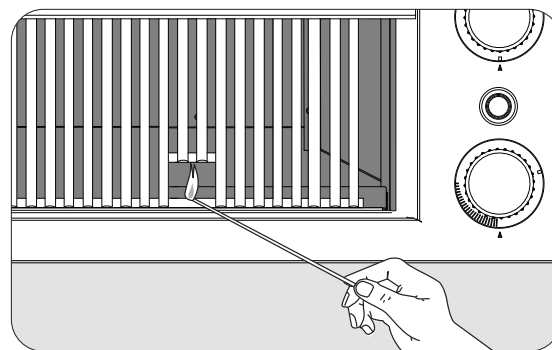

Fig. 32-2 - Éclairage manuel
2. Insérez soit un allumeur au butane brûlant à long canon, soit un allumeur à longue tige brûlante dans l'ouverture de la grille de cuisson vers le haut du brûleur (Fig. 32-2).
4. Si le brûleur ne se allume pas dans les **cinq (5) secondes** de tourner le bouton de commande, enfoncez immédiatement le bouton et tournez la valve à **AU LOIN**. ATTENDEZ CINQ (5) MINUTES avant de répéter les étapes 2 à 4 des instructions manuelles d'éclairage.